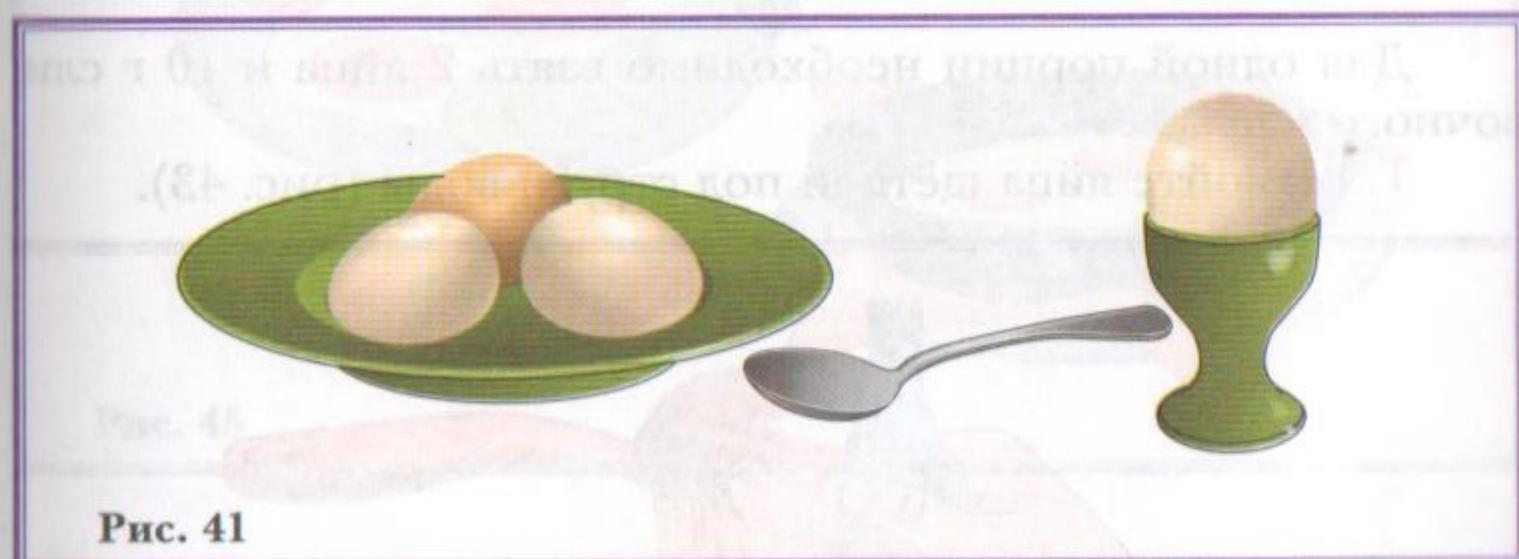

Рис. 41
4. Вытрите яйца насухо и положите на тарелку или разложите в специальные подставки – пашотницы (рис. 41).